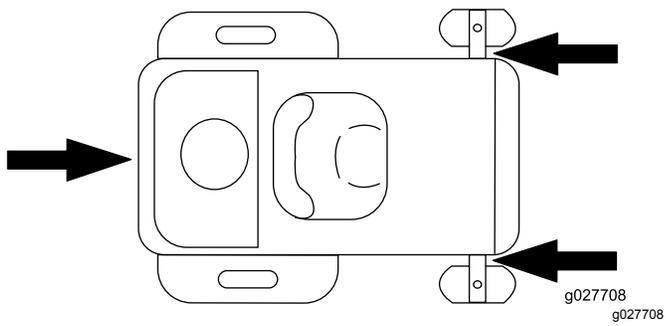

Figura 23
6. Amarre la máquina junto a las ruedas giratorias delanteras y el guardabarros trasero con correas, cadenas, cables o cuerdas (Figura 23). Consulte la normativa local respecto a los requisitos de amarre.